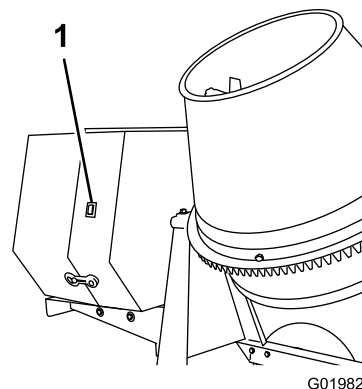

Figura 36
1. En la cubierta del motor, mueva el interruptor del motor a la posición de Encendido (Figura 36).
2. Gire el interruptor del motor montado en la cubierta a Apagado (Figura 36).
Importante: Si necesita parar el motor inmediatamente, utilice el interruptor del motor situado en el exterior de la cubierta del motor (Figura 36).